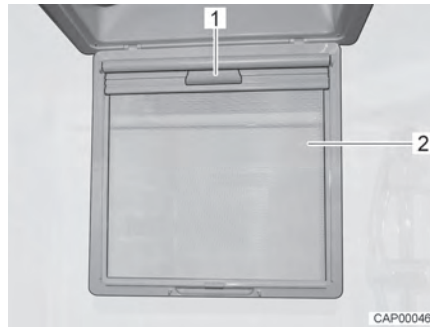

Fig. 52 Persiana oscurecedora enrollable
- Plegar hacia abajo la protección contra insectos (Fig. 52,2).
- Tirar la persiana oscurecedora enrollable hacia abajo por el tirador (Fig. 52,1) hasta que engatille del lado opuesto.
- Desenganchar la persiana oscurecedora enrollable por el tirador (Fig. 52,1) y regresar la misma lentamente a su posición inicial.
- Plegar hacia arriba la protección contra insectos (Fig. 52,2) hasta que engatille.